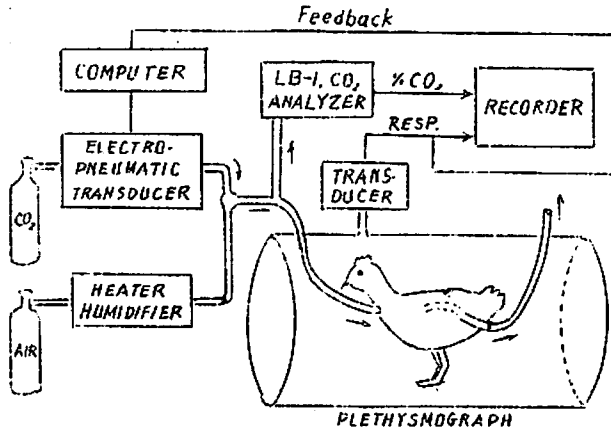

Fig. 1
L. KUNZ & A. MILLER の実験は、Fig 1 に示す様に、まずニワトリの空気の入口となる肺を切開しチューブでもって、つなぎ外部から空気を入れる、他方空気の出口も同様にチューブでもってつなぎ室内に放置する。このニワトリを人工肺の中に入れる人工肺でニワトリの横隔膜の働きをみるため、信号は人工